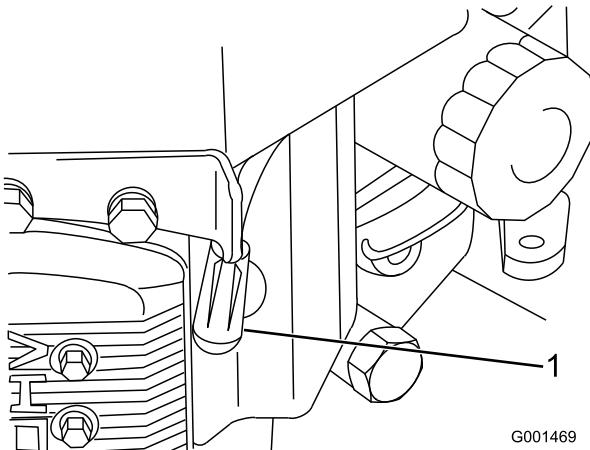

Figura 34
- Desconecte los cables de las bujías (Figura 34).